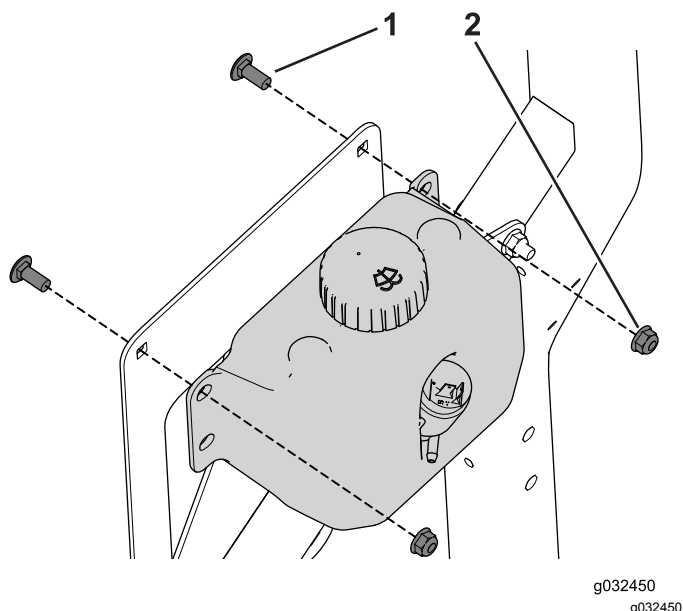

Figura 34
3. Utilize os 2 parafusos de carroçaria (5/16 pol. x 3/4 pol.) e porcas flangeadas para prender a garrafa lavadora ao suporte (Figura 34).